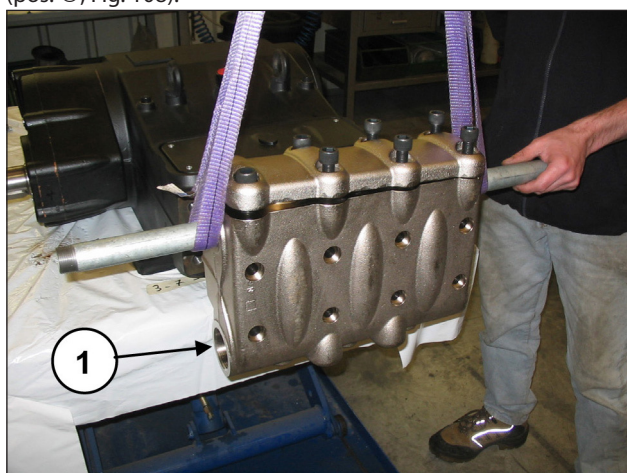
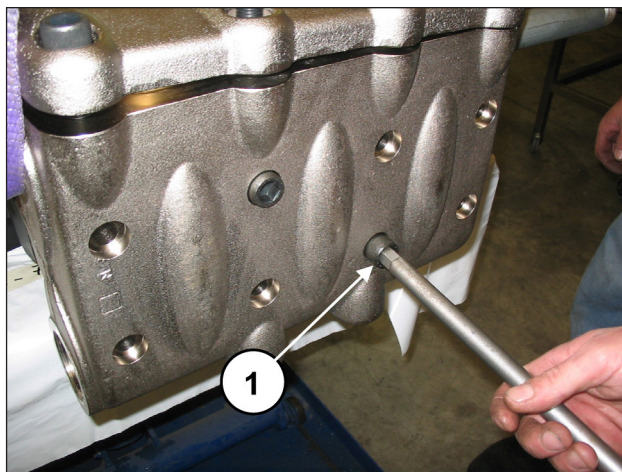

Fig. 107
Fig. 108
Montare la testata sul carter pompa (pos. ①, Fig. 107) facendo attenzione a non urtare i pistoni ed avvitare le 8 viti M16x180 (pos. ①, Fig. 108).
Serrare le 8 viti M16x180 partendo dalle 4 viti interne in modo incrociato (vedere Fig. 107), per poi proseguire con le 4 viti esterne, sempre serrando in modo incrociato